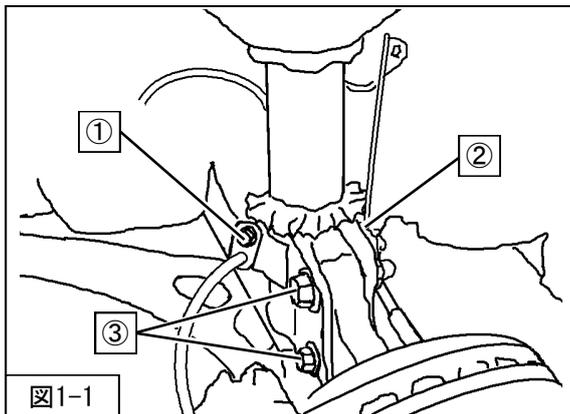

図1-1
2. ①ブレーキホース取付ボルト
②ABSセンサハーネス取付クリップ
③フロントサスペンションASSYロア取付ボルト・ナットを取外してください。（図1-1）